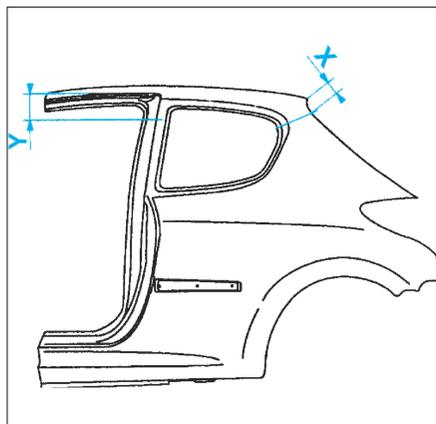

FIG. 109
- Tracer puis découper l'aile à l'aide d'une meule d'épaisseur 1 mm (coupe définitive) (Fig.109).